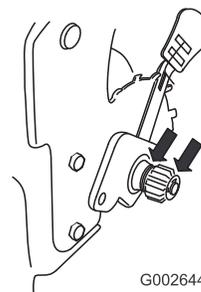

Figure 44
2. Appliquez une couche d'huile de graissage à l'intérieur et à l'extérieur des engrenages, de la manière indiquée (Figure 44).